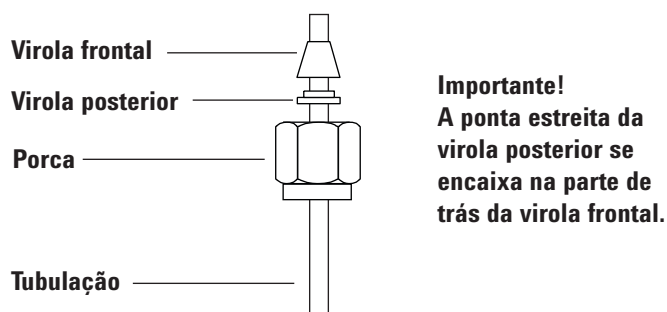

Figura 17 Porcas e virolas Swagelok
- 1 Coloque uma porca Swagelok, a virola anterior e a posterior na tubulação como mostrado na Figura 17.